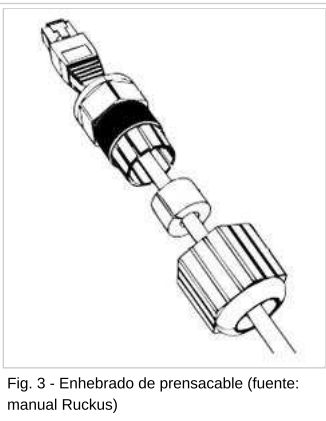

Fig. 3 - Enhebrado de prensacable (fuente: manual Ruckus)
- En caso de fijación a caño enhebrar la abrazadera incluida con el equipo en las ranuras (R) del soporte y ajustar la abrazadera al caño.
- En caso de fijación a muro se sustituye la fijación con abrazadera por dos tornillos con taco Fischer en las posiciones (B).
- Verificar que el soporte quede horizontal y colocar el equipo en el soporte calzando nuevamente las trabas (C) y ajustar el tornillo (A).
- Retirar el tapón (T) que protege el jack RJ-45 del equipo, enhebrar el prensacables en el cable FTP (Fig. 3), armar la ficha, conectarla al equipo, enroscar el prensacables en el equipo y ajustarlo sobre el cable. Es fundamental verificar que todas las uniones queden estancas.